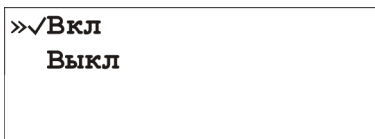

Рисунок 4.20 – Экран настройки звукового сигнала клавиш
2. В меню "Звук клавиш" (рис. 4.20) клавишами Δ, ∇ выбрать соответствующий пункт меню (установить флажок) при помощи клавиши \checkmark .